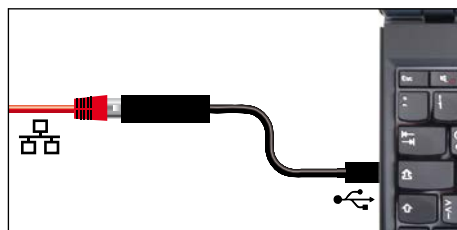

Abb. 8 Konverter Ethernet-USB
- Konverter Ethernet-USB (Abb. 8). Damit ist es möglich, den Ethernetanschluss des Geräts (siehe Seite 12) mit dem USB-Anschluss eines PCs/Laptops zu verbinden.